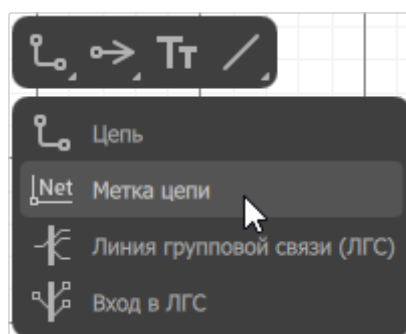

Рисунок 113. Инструмент «Метка цепи» на панели инструментов
- Щелкнуть правой кнопкой мыши по первой кнопке на панели инструментов редактора схем и в раскрывшемся списке выбрать инструмент «Метка цепи» (см. рисунок 113).